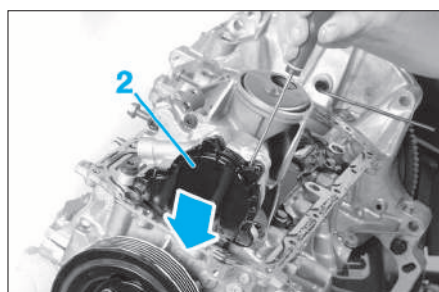

FIG. 43
- Déclipper avec précaution, le cache (2) (Fig.43).